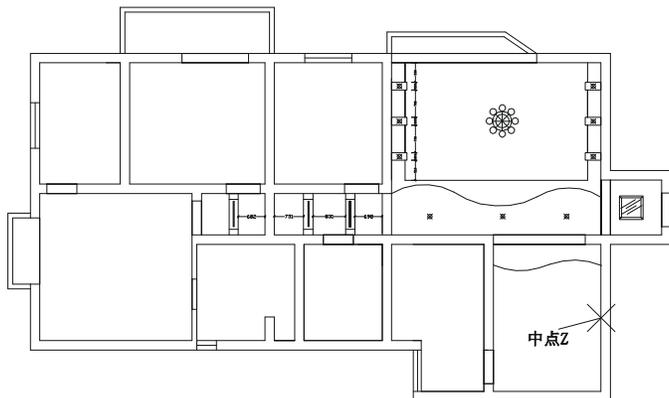
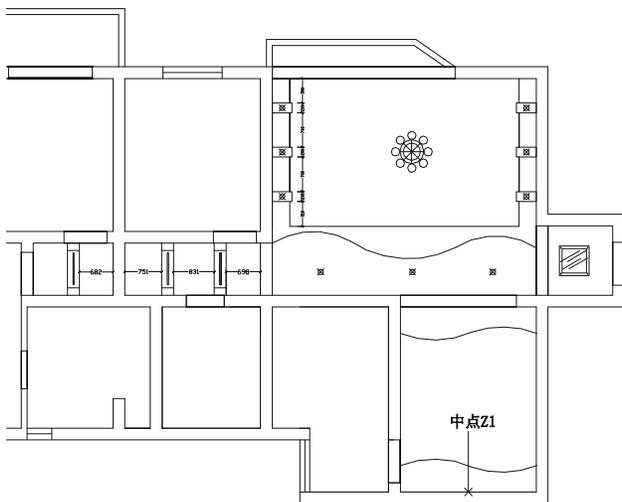

图 7-1-22
图 7-1-23
**STEP 01** 使用绘制样条曲线命令 SPLINE 大致绘制如图 7-1-22 所示的曲线。
**STEP 02** 使用镜像命令 MIRROR 将如图 7-1-22 所示餐厅顶棚图的曲线镜像一个放在下边，如图 7-1-23 所示，其具体操作步骤如下：
// 框选如图 7-1-22 所示餐厅顶棚图的曲线
// 按 F3 键打开捕捉功能 按 F8 键打开正交功能 单击如图 7-1-22 所示的中点 Z，向右或向左移动鼠标，并单击任意一点
// 按 F3 键打开捕捉功能 按 F8 键打开正交功能 单击如图 7-1-23